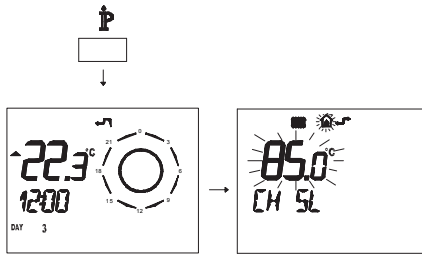

Figura 5.40
- Premere per più di 3 secondi il pulsante **IP** para per entrare in modalità **INFO** (Figura 5.40).